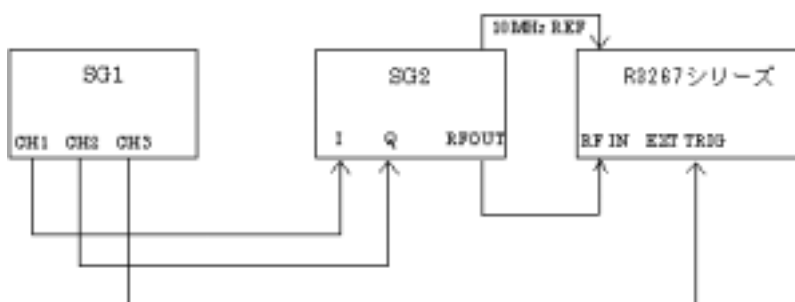

図 6-6 コード・ドメイン・パワー測定接続図
1. R3267 シリーズと信号源を図 6-6 のように接続します。